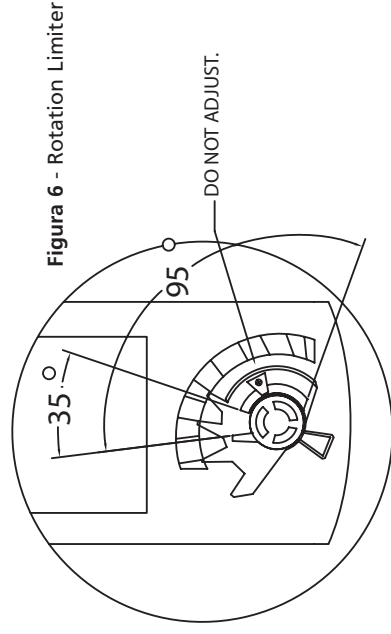

Figura 6 - Rotation Limiter
8. Limitador de giro se ajusta en fábrica. Modificación de la configuración puede dañar el actuador o el obturador (ver Figura 6).
5. Limitador de giro se ajusta en fábrica. Modificación de la configuración puede dañar el actuador o el obturador (ver Figura 6)
6. Limitador de giro se ajusta en fábrica. Modificación de la configuración puede dañar el actuador o el obturador (ver Figura 6).